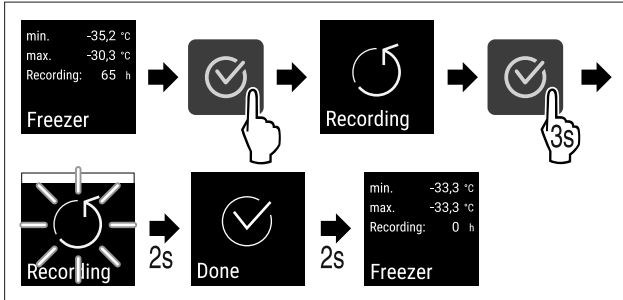

Fig. 68
- ▶ Stappen (zie Fig. 68) uitvoeren.